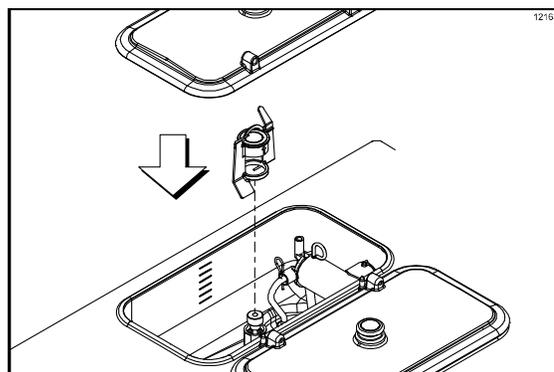

Figura 53
8. Instale el agitador de nuevo en la estructura del eje motor del agitador. Vuelva a colocar la tapa de la tolva. (Vea la figura 53).